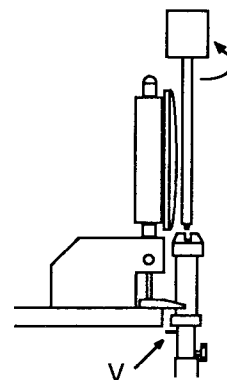
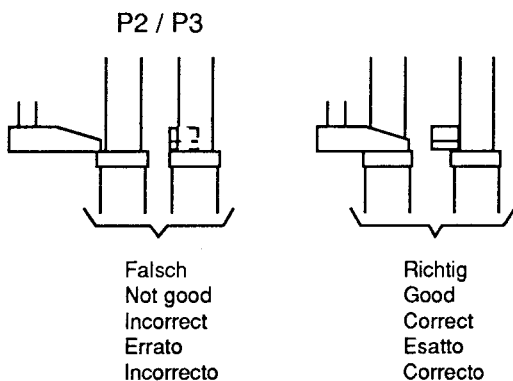

Fig. 29
Fig. 30
- Höhe der Bandführungsbolzen P2 / P3 so einstellen, daß der untere Führungsbund unter der Oberkante der Einstellplatte liegt (Fig. 29).
- Höhenmeßuhr nach Abbildung Fig. 29 platzieren und Anzeige auf Null stellen. Anschließend Bandführungsbolzen soweit hochdrehen, bis der untere Führungsbund gerade den Meßfühler der Höhenmeßuhr berührt (Fig. 30).
- Adjust the height of the Tape Guide Bolts P2, P3 so that the lower guide collar lies below the upper edge of the Post Adjustment Plate (Fig. 29).
- Place the Dial Height Gauge as shown in Fig. 29 and set the pointer to zero. Afterwards adjust to raise the height of the Tape Guide Bolts so that the lower guide collar just touches the measuring probe of the Dial Height Gauge (Fig. 30).